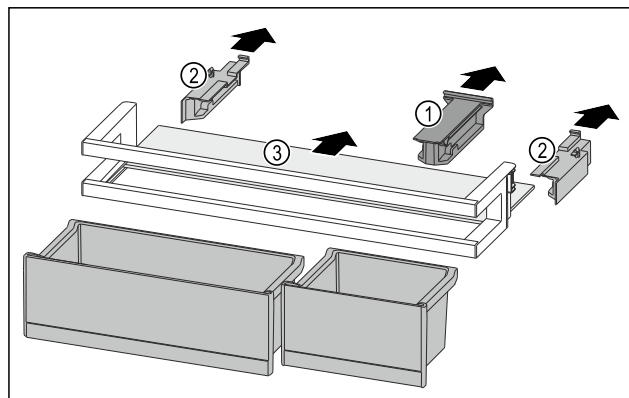

Fig. 180
- ▶ Снимите крепление Fig. 180 (1).
- ▶ Снимите боковые части Fig. 180 (2).
- ▶ Извлеките съемную полку Fig. 180 (3).